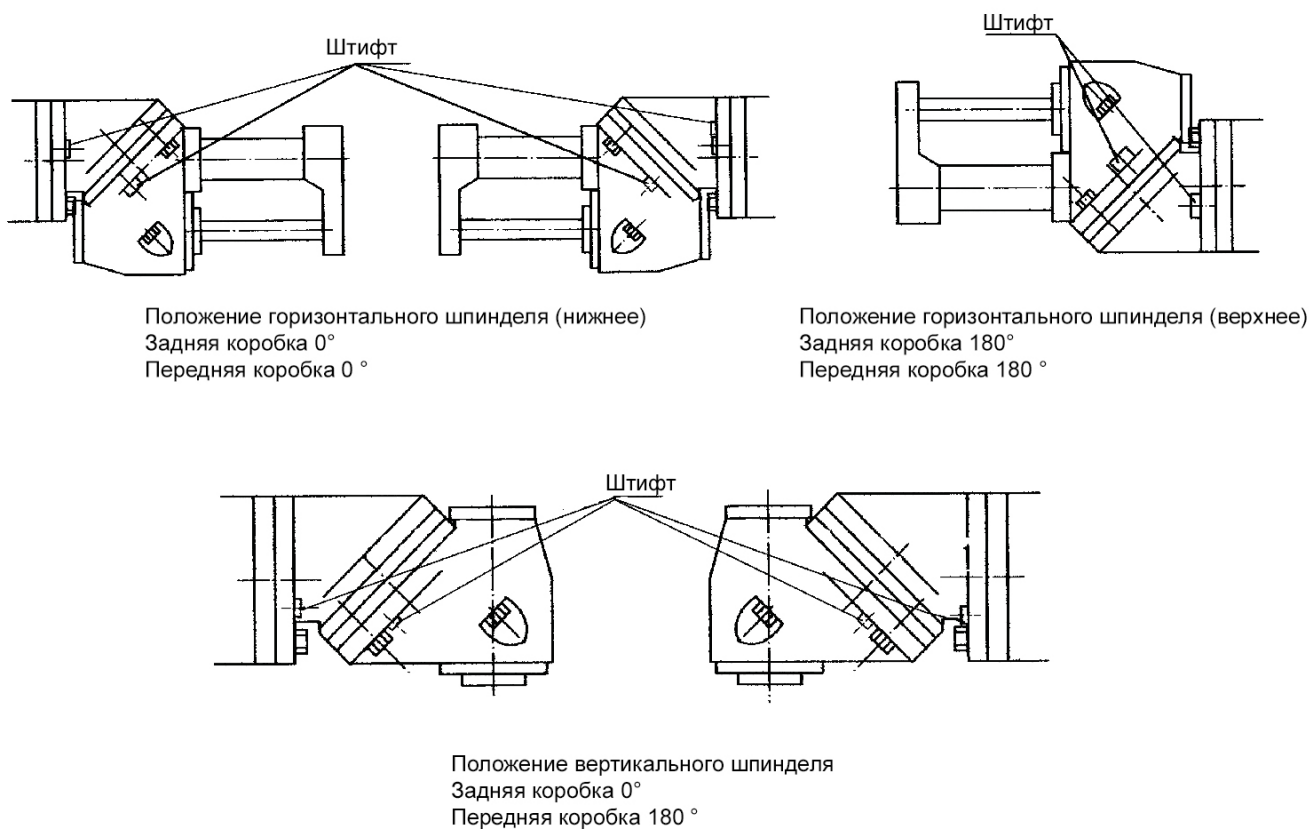

Рис.9
10.1 Горизонтальное и вертикальное положение шпинделя. (Рис.9)